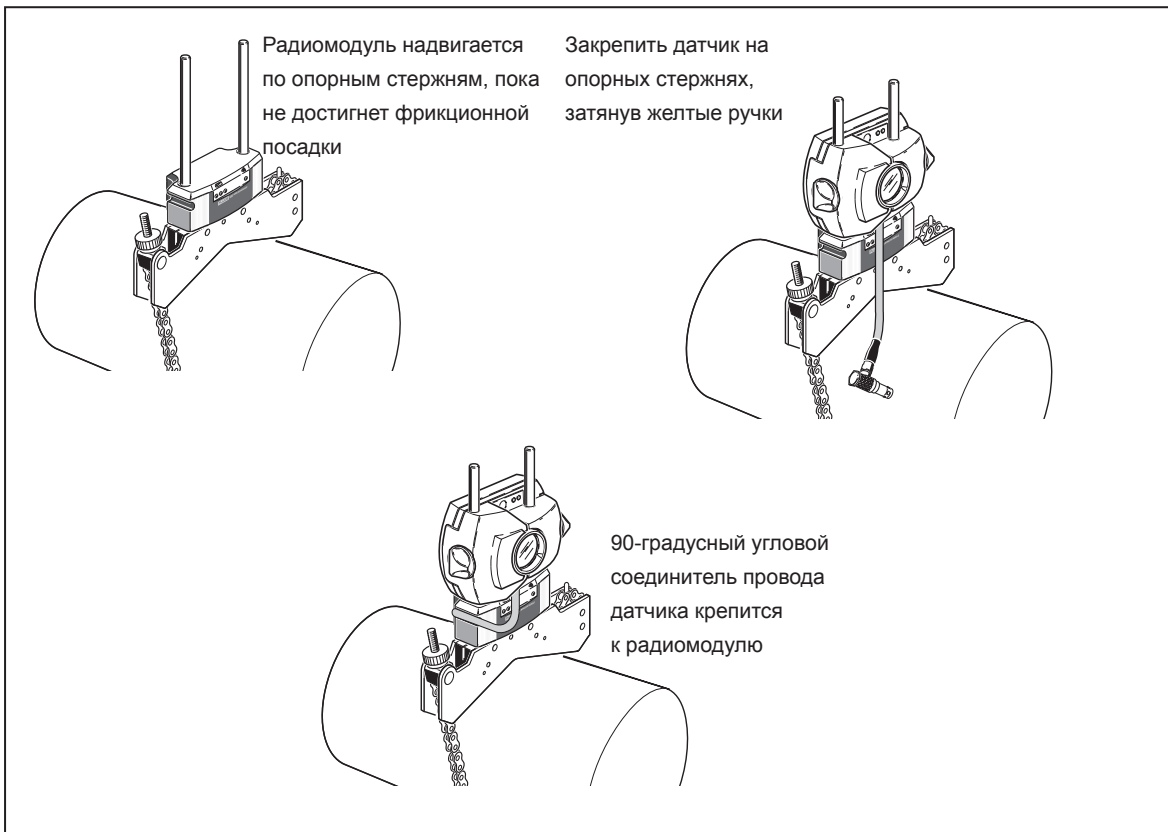

Рис. 7-2. Монтаж радиомодуля и датчика
1. Монтаж радиомодуля на опорных стержнях скобы, зафиксированной на валу **левой машины** (как правило, это стационарная машина), как показано при направлении взгляда из обычного рабочего положения. Модуль крепится на опорных стержнях. Рекомендуется сдвинуть радиомодуль вниз по раме скобы до конца (см. рис. 7-2).
2. Смонтировать датчик на тех же опорных стержнях, что и радиомодуль. Убедиться, что желтые ручки достаточно ослаблены, чтобы сдвигать датчик по опорным стержням. Опустить датчик вниз к радиомодулю, насколько это возможно (см. рис. 7-2).
4. Подсоединить датчик к радиомодулю посредством провода радиомодуля (см. рис. 7-2).